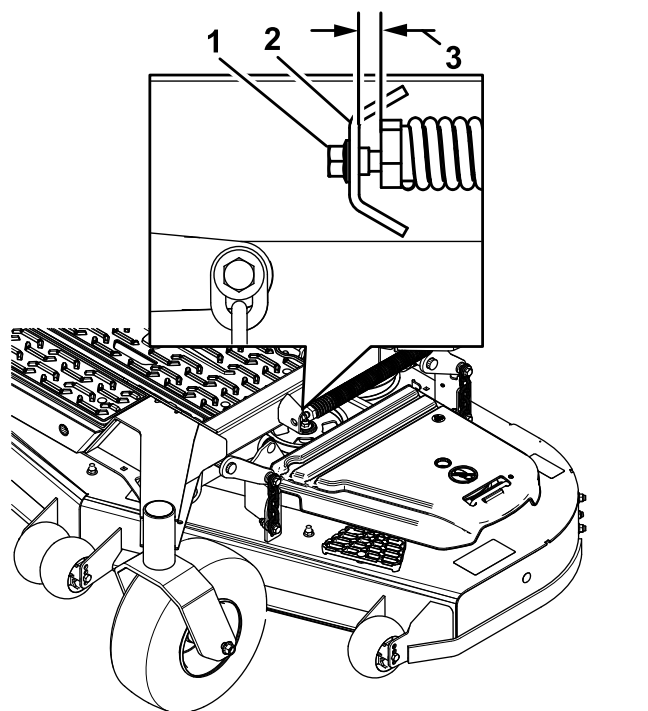

Figura 83
10. Afloje lentamente el tornillo de ajuste del muelle de elevación asistida hasta que pueda retirar el tornillo (**Figura 83**).